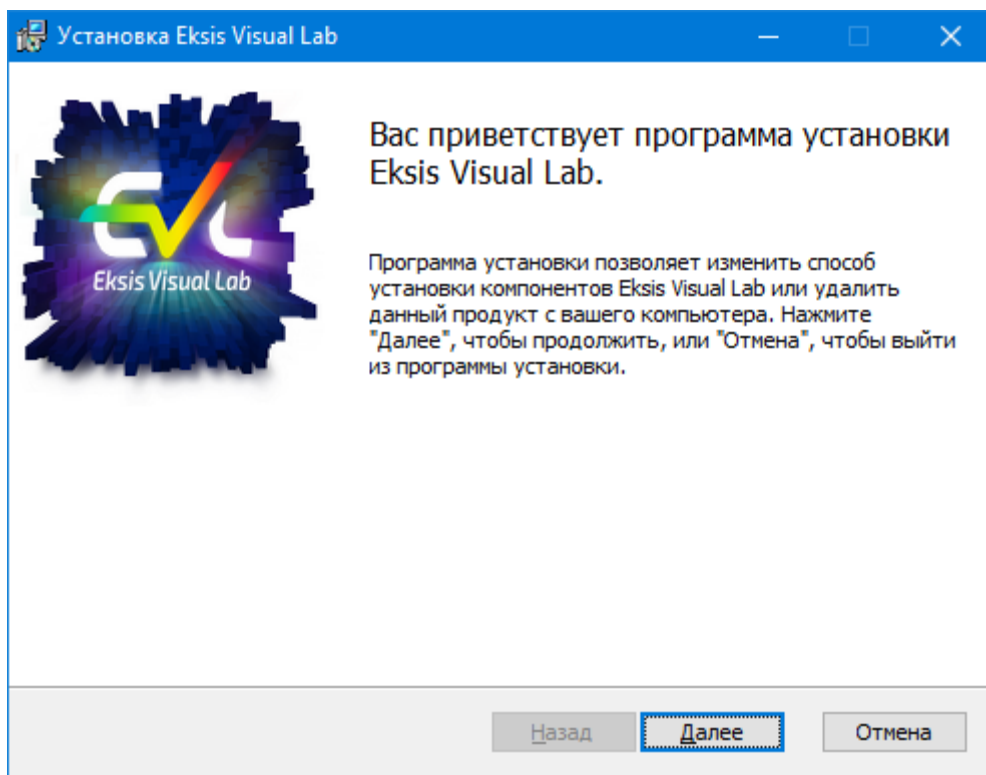

Рис. 2.8. Начало процесса удаления программы
1. Приветствие мастера установки (рис. 2.8).